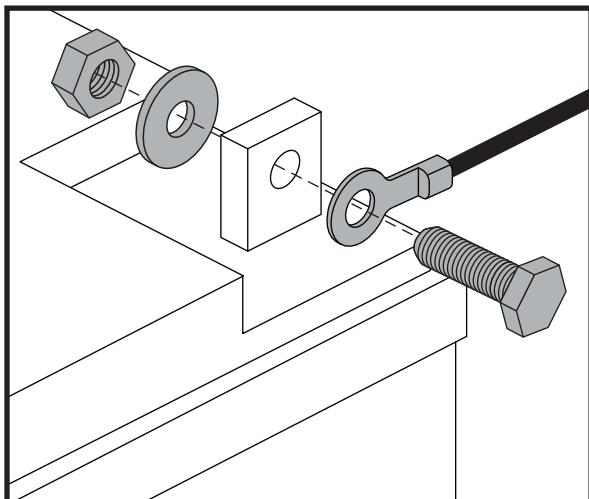

Abb. 14. Befestigungselemente für den Batterieanschluss
5. Trennen Sie die Batterienkabel von den Batterienanschlüssen, indem Sie die Anschlusskäppchen zurückschieben und die Mutter abschrauben. **Siehe Abb. 14.**